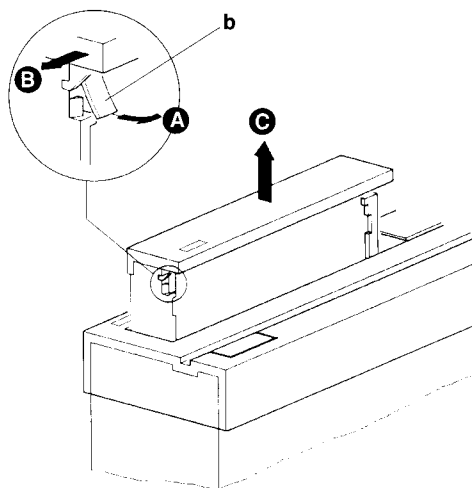

Abb. 2 Fig. 2
- Frontblende abnehmen** (Abb. 2 und 3)
- Rastnase **b** (Abb. 2) der Schubladenblende in Pfeilrichtung **A** drücken.
- Removing the front panel** (Fig. 2 and 3)
- Press the lug **b** (Fig. 2) on the front panel of the drawer in the direction of arrow **A**.